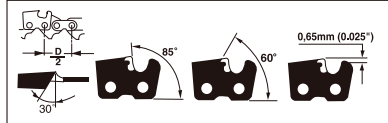
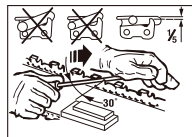

Fig. 21
Fig. 22
**AFFILARE LA CATENA** - Il passo della catena (Fig. 21) è di  $3/8"$  "LoPro x 0,050". Affilare la catena utilizzando guanti protettivi e una lima tonda di  $\varnothing 5/32"$  (4 mm).
Affilare sempre le lame solo con passate verso l'esterno (Fig. 22) rispettando i valori indicati nella Fig. 21.